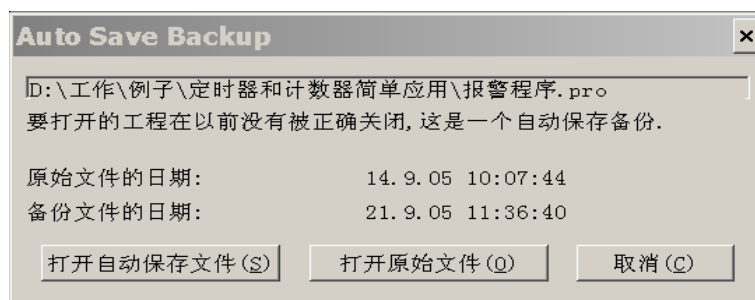

图 9-2-2 自动恢复提示
- 选中“自动保存”，那么工作时，工程会经常不断按照设定的“自动保存时间间隔”，以扩展名“.asd”保存临时文件。该文件会在程序正常退出时被删除，系统默认的保存路径为 D:\Hollysys\PowerPro\Projects。如果系统非正常退出（例如电源故障），文件就会被保留下来。当再次打开程序时，出现如图 9-2-2 所示的消息框，可以选择是打开自动保存文件还是打开原始文件。